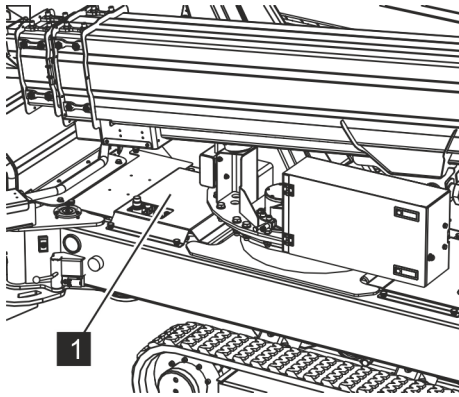

Abb. 199: Abdeckhaube
2. → Die Abdeckhaube (Abb. 199/1) abschrauben.